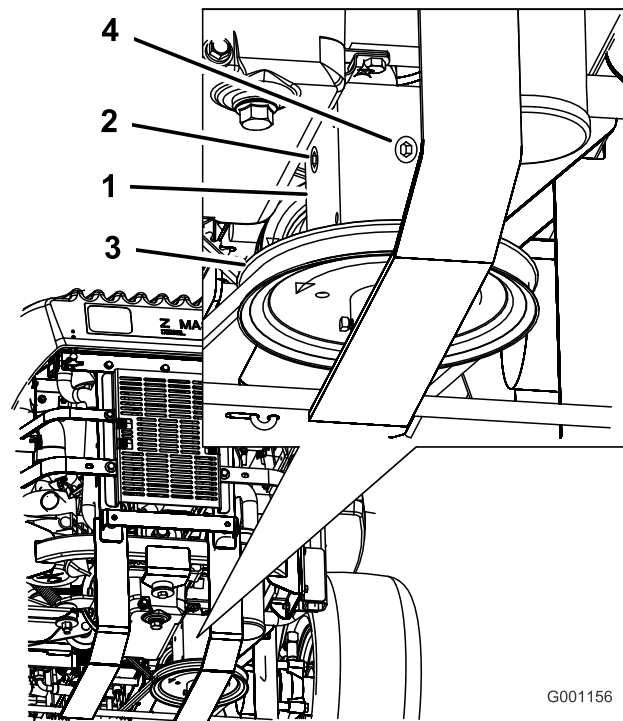

Figura 63
4. Retire o tampão lateral ou traseiro da caixa de velocidades. (Figura 63).